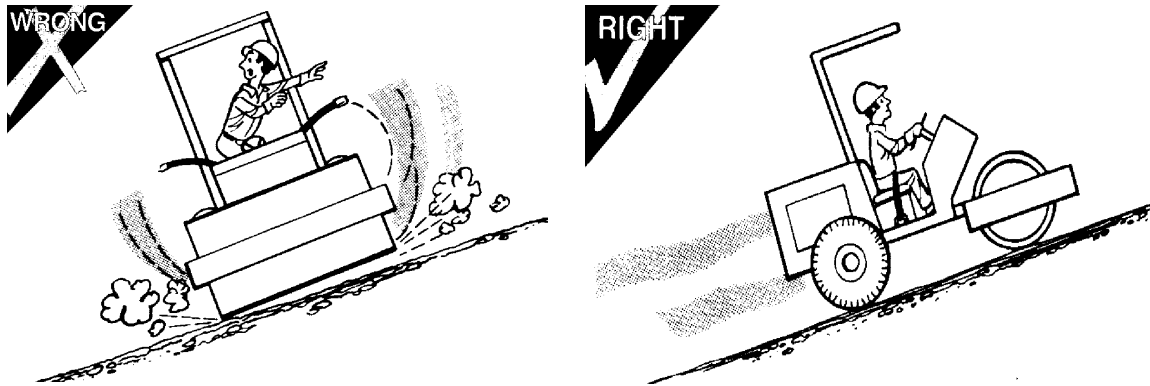

Figura 2-32 Esquema
- Preste atenção especial ao solo inclinado, na subida ou descida de encosta use baixa velocidade ao se aproximar da encosta (ver figura 2-32) ;